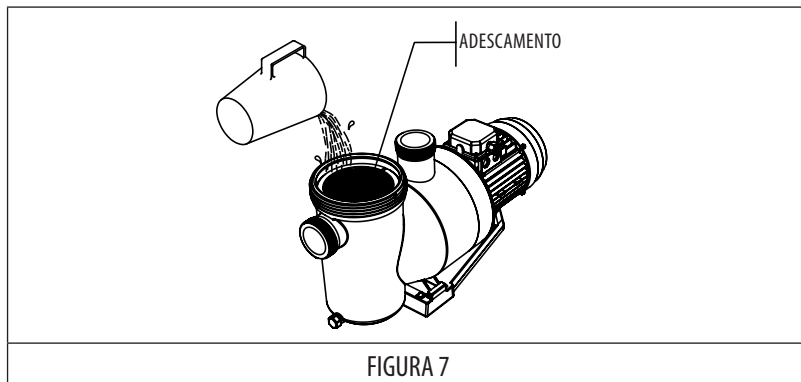

FIGURA 7
- La pompa è autoadescante, è obbligatorio riempire d'acqua il prefiltro prima di metterla in funzione per la prima volta al fine di facilitare la procedura (FIGURA 7).